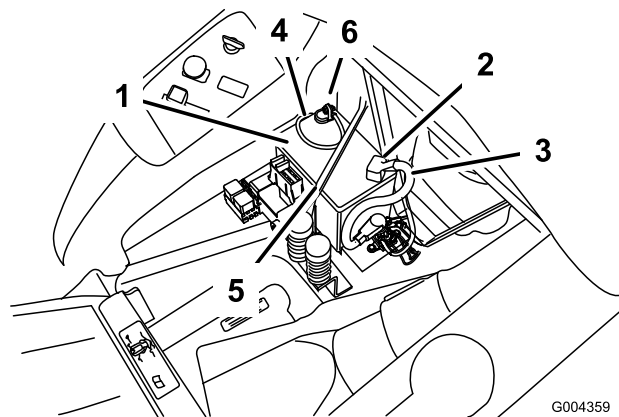

Figura 42
4. Desligue o cabo negativo (preto) do pólo da bateria (Figura 42).
5. Deslize a cobertura de borracha para cobrir o cabo positivo (vermelho). Desligue o cabo positivo (vermelho) do pólo da bateria (Figura 42).
6. Retire o suporte da bateria (Figura 42) e levante a bateria para a retirar da respectiva plataforma.
1. Posicione a bateria na base com os pólos terminais afastados do painel de controlo (Figura 42).
4. Prenda os cabos com dois parafusos (1/4 x 3/4 polegadas), anilhas (1/4 polegada) e porcas (1/4 polegada) (Figura 42).
6. Prenda a bateria ao suporte (Figura 42).